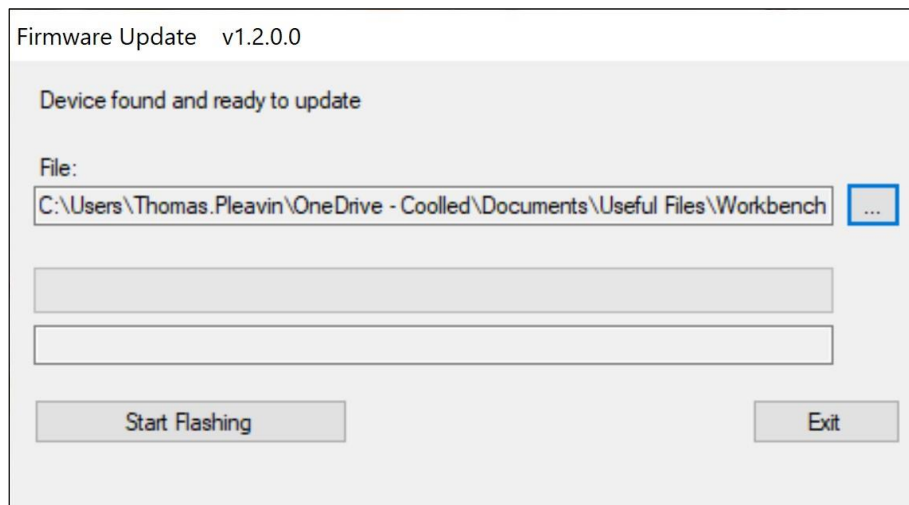

Figure 57 - Fenêtre de mise à jour du micrologiciel, prêt à cliquer sur "Start Flashing".
12. Le chemin d'accès au fichier étant renseigné dans la case *Fichier*, cliquez sur le bouton *Démarrer le clignotement* (Figure 57).